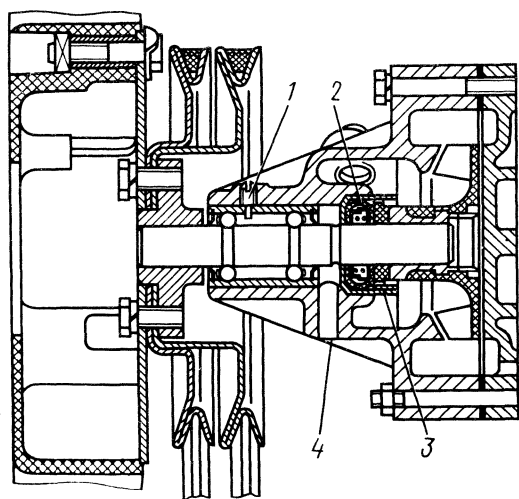

Рис. 20. Водяной насос:
**Водяной насос** — центробежного типа (рис. 20). Подшипник насоса при сборке заполнен смазкой и в процессе эксплуатации смазки не требует. Подшипник насоса отделен от водяной полости сальником и водосбросной канавкой. Жидкость, просочившаяся через сальник, не попадает в подшипник, а вытекает по водосбросу наружу.